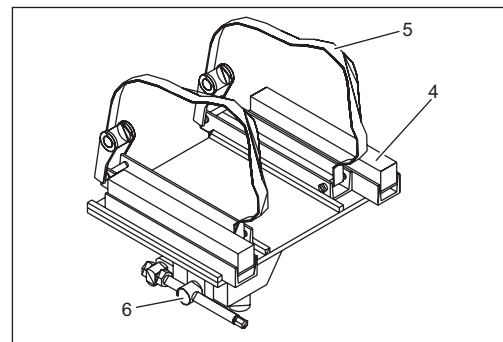

Fig. 7:
- Dévissez les vis de serrage des coulisseaux (Fig.7/4).